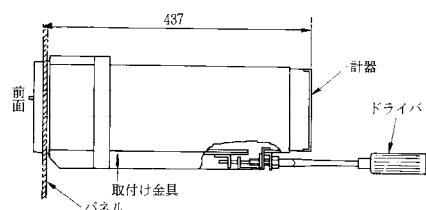

図6-2 パネル取付図
- (3) パネルの裏面で取付け金具を計器に付け、パネルに締付けます。(図6-2参照)